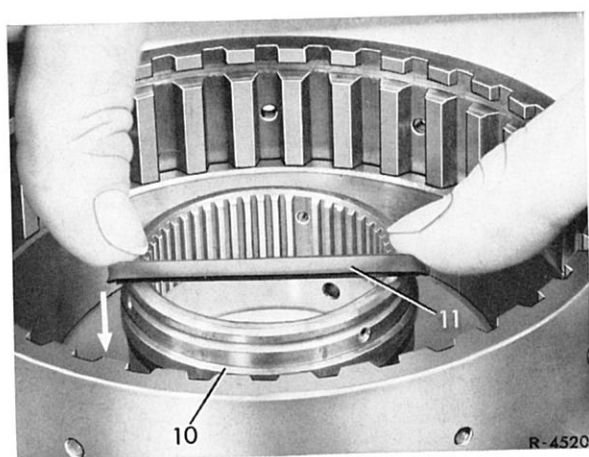

Bild 27-3/6
Der Lippendichtring muß richtig in der Nut (10) liegen und die Lippe nach unten (in Pfeilrichtung) zeigen (Bild 27-3/6).